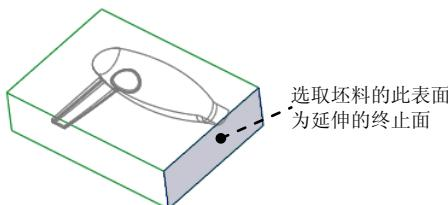

图 8.14 选取延伸的终止面
- ① 在操控板中按下按钮 (延伸类型为至平面)。
- ② 在系统 选择曲面延伸所至的平面. 的提示下, 选取图 8.14 所示的坯料的表面为延伸的终止面。